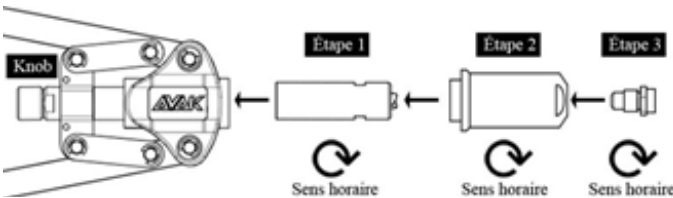

Figura 1: Instalación de accesorios para colocar remaches
2. Instale los accesorios según se ilustra en la Figura 1. Fije los accesorios aplicando una rotación correcta según la ilustración que aparece debajo de cada accesorio.